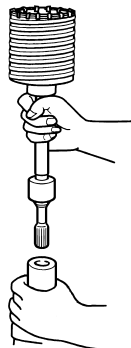
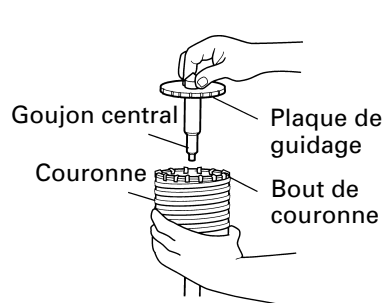

Fig. 14
Fig. 15
- (2) Monter la queue de couronne sur le marteau rotatif à percussion. (Fig. 14)
- (3) Introduire le goujon central dans la plaque de guidage jusqu'à ce qu'il arrête.
- (4) Engager la plaque de guidage dans la couronne et tourner la plaque de guidage à gauche ou à droite de manière à ce qu'elle ne puisse pas tomber, même si elle est orientée vers le bas. (Fig. 15)